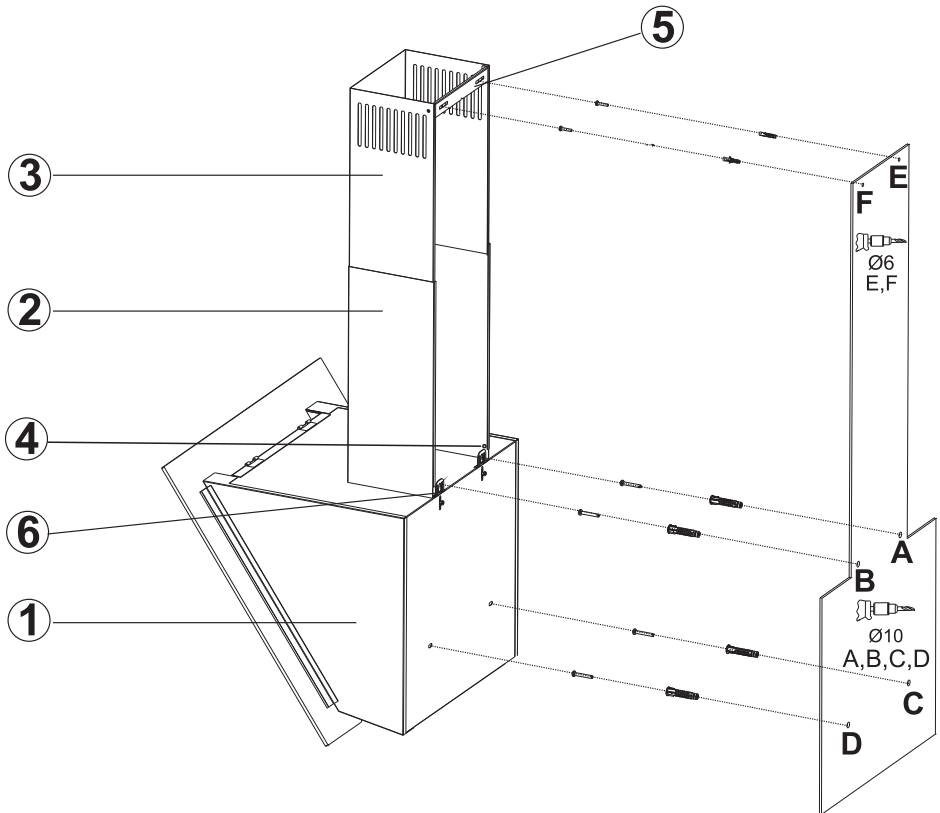

Abb. 2: Montageskizze
Der Elektroanschluss erfolgt an eine Steckdose, die meistens hinter dem Grund- oder Teleskopschacht (\Leftrightarrow Abb. 2) positioniert wird.
- Löcher der Befestigungspunkte A, B, C und D bohren, Dübel einsetzen und die Schrauben an den Punkten A+B zu $\frac{3}{4}$ eindrehen (\Leftrightarrow Abb. 2).
Grund- und Teleskopschacht (⇔ Abb. 2 S.14) werden nun montiert.